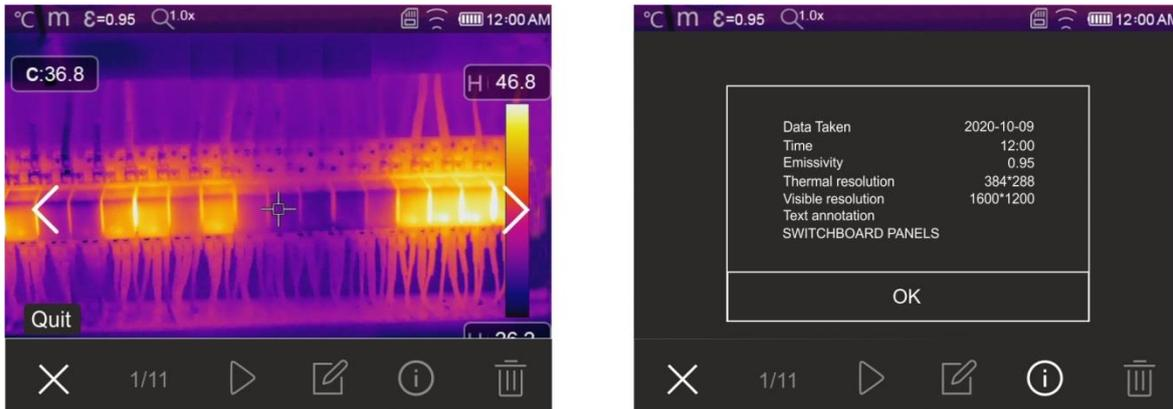

Fig. 52: Rappel des images enregistrées sur l'écran
1. Appuyez sur la touche pour entrer dans la galerie d'images et de vidéos enregistrées dans la mémoire de l'instrument ou sur la carte micro SD. La page-écran de la Fig. 52 - partie gauche suivante est affichée à l'écran
3. Touchez l'icône « » pour ouvrir la section contenant des informations sur l'image enregistrée. La page-écran de la Fig. 52 – partie droite s'affiche à l'écran